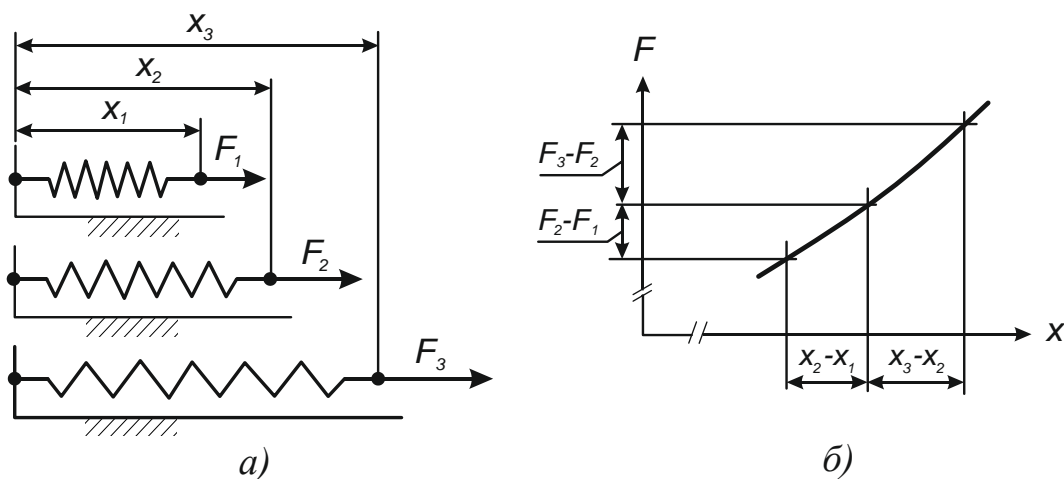

Рис. 1
Характеристика пружины. В данной работе характеристикой пружины является зависимость растягивающей силы  $F$ , от растяжения  $x$  (рис. 1, а).
Пружину растягивают динамометром. Положение подвижного конца пружины отмечают на линейке. Характеристику строят по трём точкам (рис. 1, б).
6. Построить график зависимости  $F(x)$ , (см. рис. 1, б).
7. По формуле (1) вычислить жёсткость пружины  $c_1$ . Вписать эту жёсткость в табл. 1.